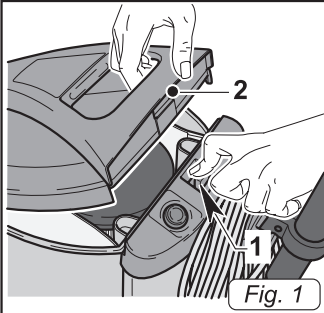

Fig. 1
- Передвинуть защелку (1 Рис. 1) и снять крышку (2 Рис. 1).